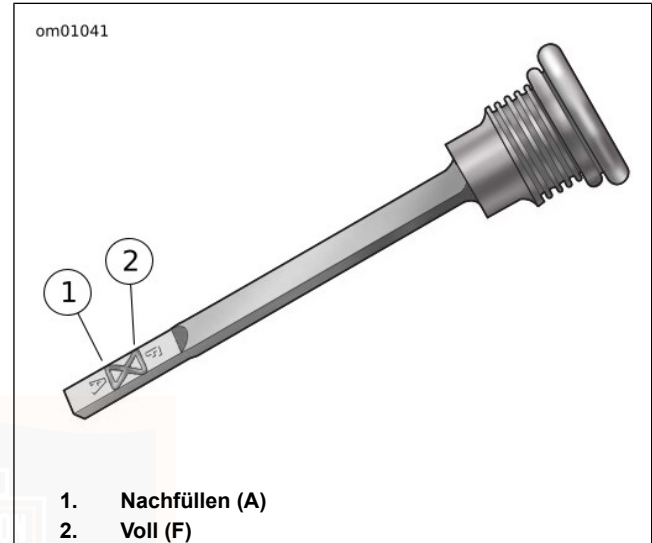

Abbildung 43. Flüssigkeitsstand am Getriebeschmiermittelmesstab
3. Siehe Abbildung 43. Den Ölmesstab herausnehmen und den Schmiermittelstand auf dem Ölmesstab ablesen. Falls der Schmiermittelstand am Ölmesstab bei oder unter der Markierung ADD (A) (nachfüllen) liegt, nur so viel Schmiermittel nachfüllen, um den Füllstand zwischen die Ölmesstab-Markierungen ADD (A) (nachfüllen) und FULL (F) (voll) zu bringen.